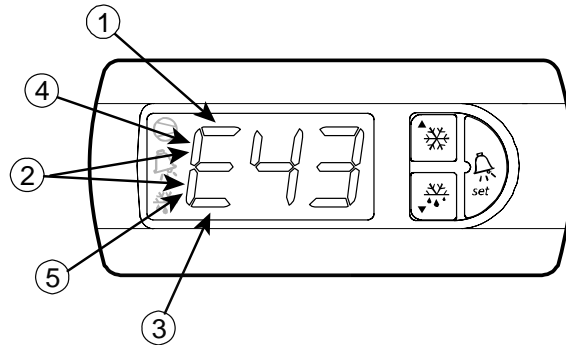

Fig. 8.3.4.1
- Der Parameter für den Tag wird von einem Segment angegeben (1 in Abb. 8.3.4.1) , das zusammen mit den Nummer des Ereignisses erscheint (t1,...t8) und mit ① t 1,... ① t 8 angegeben wird.
- Der Parameter für die Stunde wird von einem Segment angegeben (2 in Abb. 8.3.4.1) und wird mit ② t 1,... ② t 8 angezeigt.
- Der Parameter für die Minuten wird von einem Segment angegeben (3 in Abb. 8.3.4.1) und wird mit ③ t 1,... ③ t 8 angezeigt.
① t 1,... ① t 8: Tag der Abtauerung